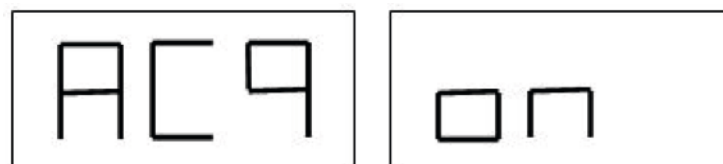

Figure F3.10. Message de confirmation de l'activation du mode plan d'équilibrage
2. Sélectionner le mode plan d'équilibrage en appuyant plusieurs fois sur la touche [P2] Icône, jusqu'à ce que le message "ACq" s'affiche sur l'écran, comme indiqué sur la figure F3.10. Au démarrage de l'équilibreuse, le mode de saisie est sélectionné par défaut.